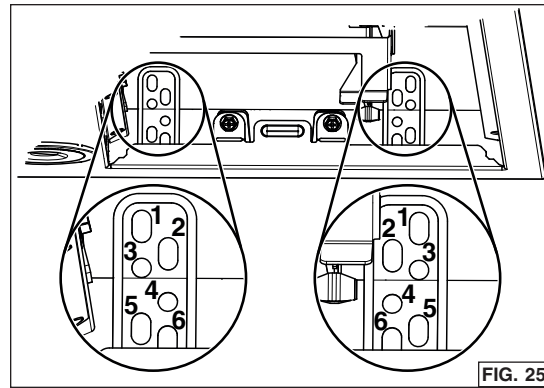

FIG. 25
- Levantar la campana hasta que su borde quede en la base del gabinete. Sujetar la campana al gabinete usando 4 tornillos para madera n° 8 x 5/8 pulg. incluidos en la bolsa de piezas (2 tornillos a cada lado). Usar los orificios superiores o inferiores (1, 2, 3, 4, 5 o 6) (FIG. 25).